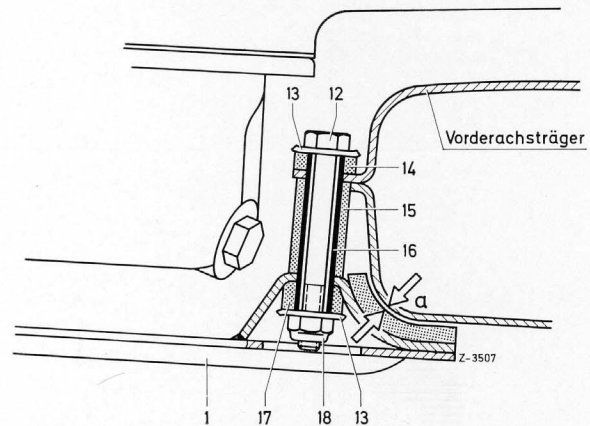

Bild 3
5 Zur Befestigung hinten Scheibe (13) und Kunststoffscheibe (14) auf die Sechskantschraube (12) aufstecken und diese von oben in das serienmäßig angebrachte Auge am Vorderachsträger vorne einhängen (Bild 3).
Anm.: In fertigmontiertem Zustand muß zwischen der aufgenieteten Gummiplatte auf dem Unterschutzblech und dem Vorderachsträger ein Abstand von $a = \text{ca. } 2 \text{ mm}$ vorhanden sein (siehe Pfeile im Bild 3).